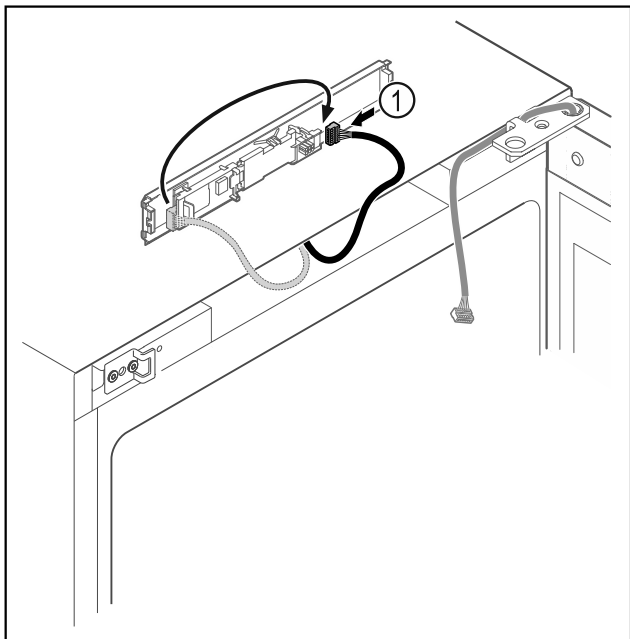

Fig. 17
- Flytta kontakten Fig. 17 (1) till kretskortet.